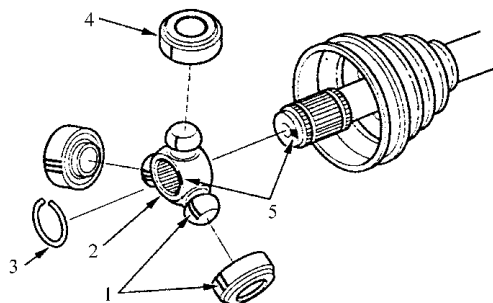

图 6-65 拆卸滚柱
4) 如图 6-65 所示，在滚柱和滚轮轴上，作一个标记，以便标识滚柱在滚轮轴上的位置，然后拆卸滚柱。